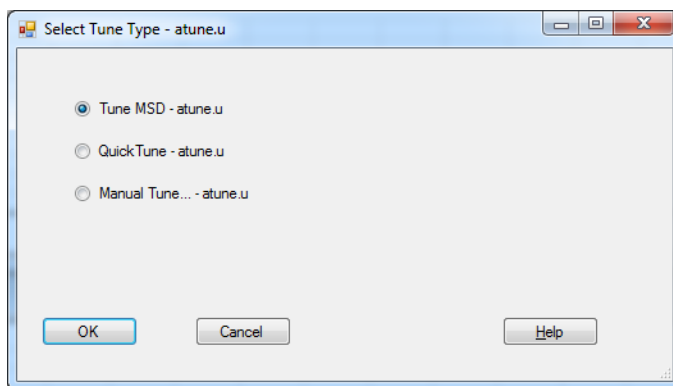

Abbildung 40. Dialog zur Auswahl des Tuning-Typs
- 4 Klicken Sie auf das Symbol **MS Tune** (MS Tuning), um den Dialog **Select Tune Type** (Auswahl Tuning-Typ) anzuzeigen. (Siehe **Abbildung 40**.)